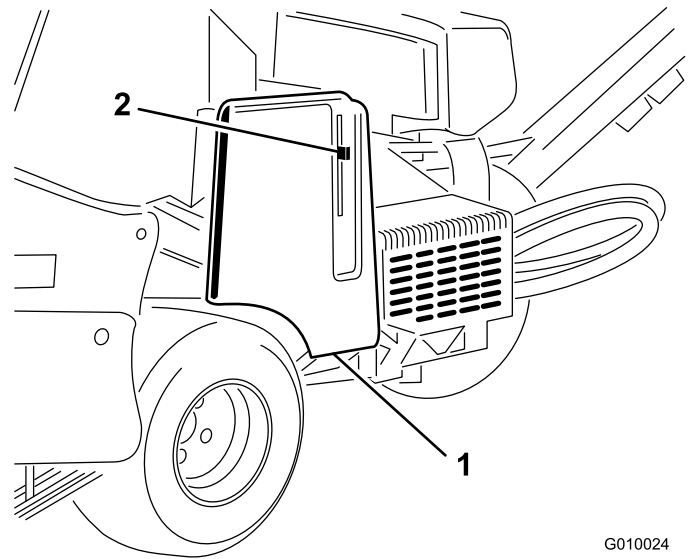
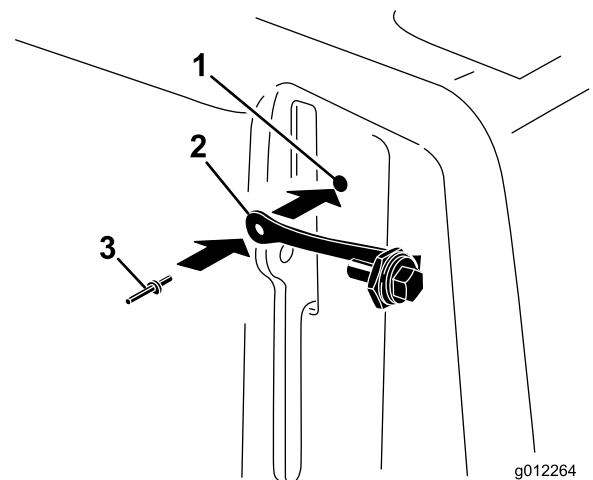

図 8
図 9
1. ラッチ・カバーの隣にあるベルト・カバーの穴を探す (図 8 および 図 9)。
2. ベルト・カバーの穴を使って、ポップ・リベットのついたストラップを取り付ける (図 9)。